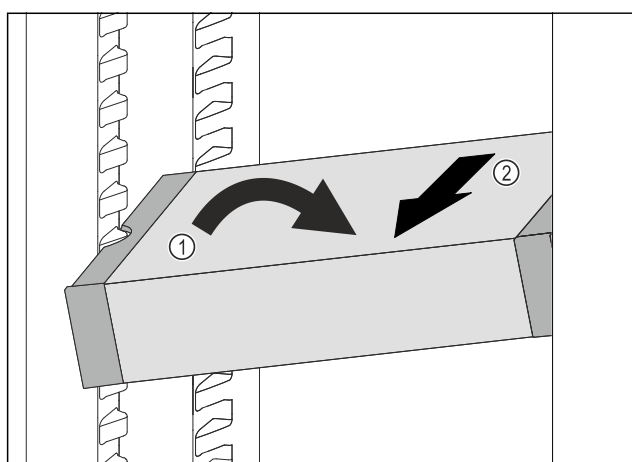

Fig. 137
- ▶ Poziționați oblic VarioSafe în frigider. Fig. 137 (1)
- ▶ Extrageți VarioSafe spre înainte. Fig. 137 (2)